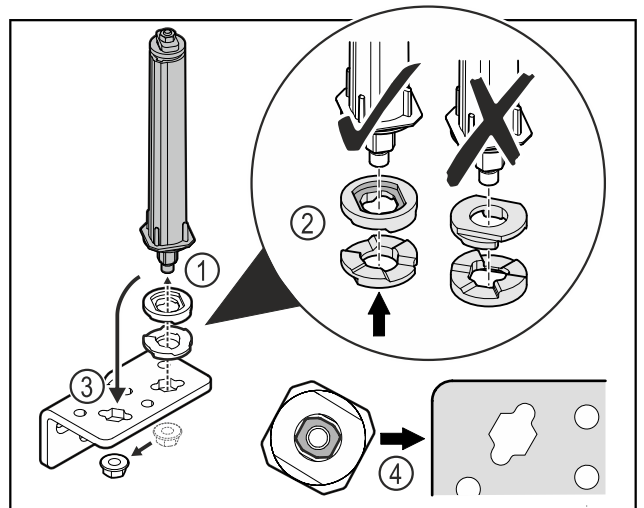

Fig. 41
- ▶ Løsn møtrikken, og fjern dørlukkesystemet Fig. 41 (1).
- ▶ Vær opmærksom på, at højdeindstillingsskiverne vender korrekt Fig. 41 (2).
- ▶ Flyt lukkesystemet i hængselvinklen, og fastgør med møtrikken Fig. 41 (3).
- ▶ Vær opmærksom på, at dørlukkesystemet vender korrekt, når det sættes i Fig. 41 (4).